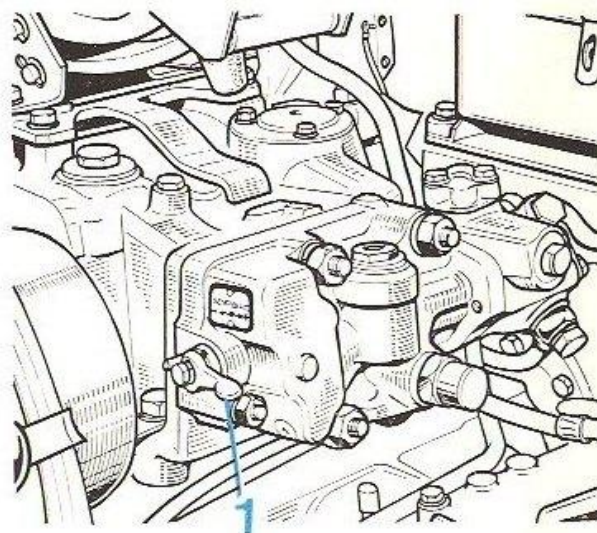

FIG. 7
— Réglage de la sensibilité à l'aide de la petite manette (1) fig. 7 située à la droite du distributeur.